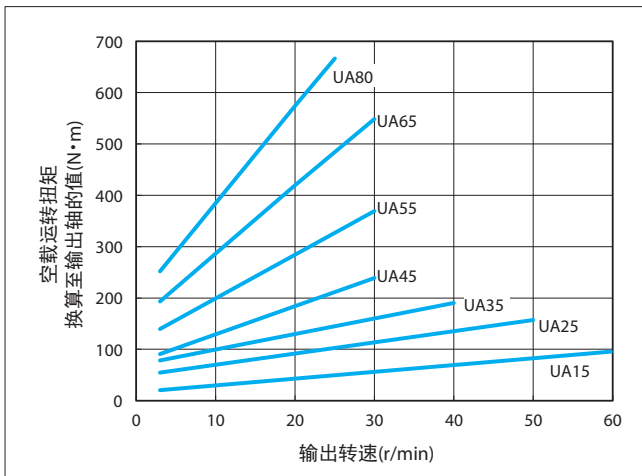

图 13 空载运转扭矩值
- 图 13 所示为磨合运转后的平均值。
注) 图 13 表示空载运转扭矩换算至输出轴的值，请根据下式换算为输入轴的值。